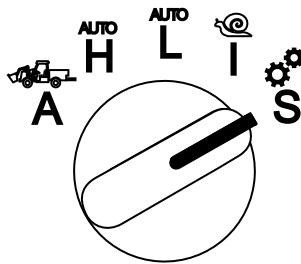

Рисунок 18
1. Поверните переключатель выбора режима работы в положение **S** (Рисунок 18).